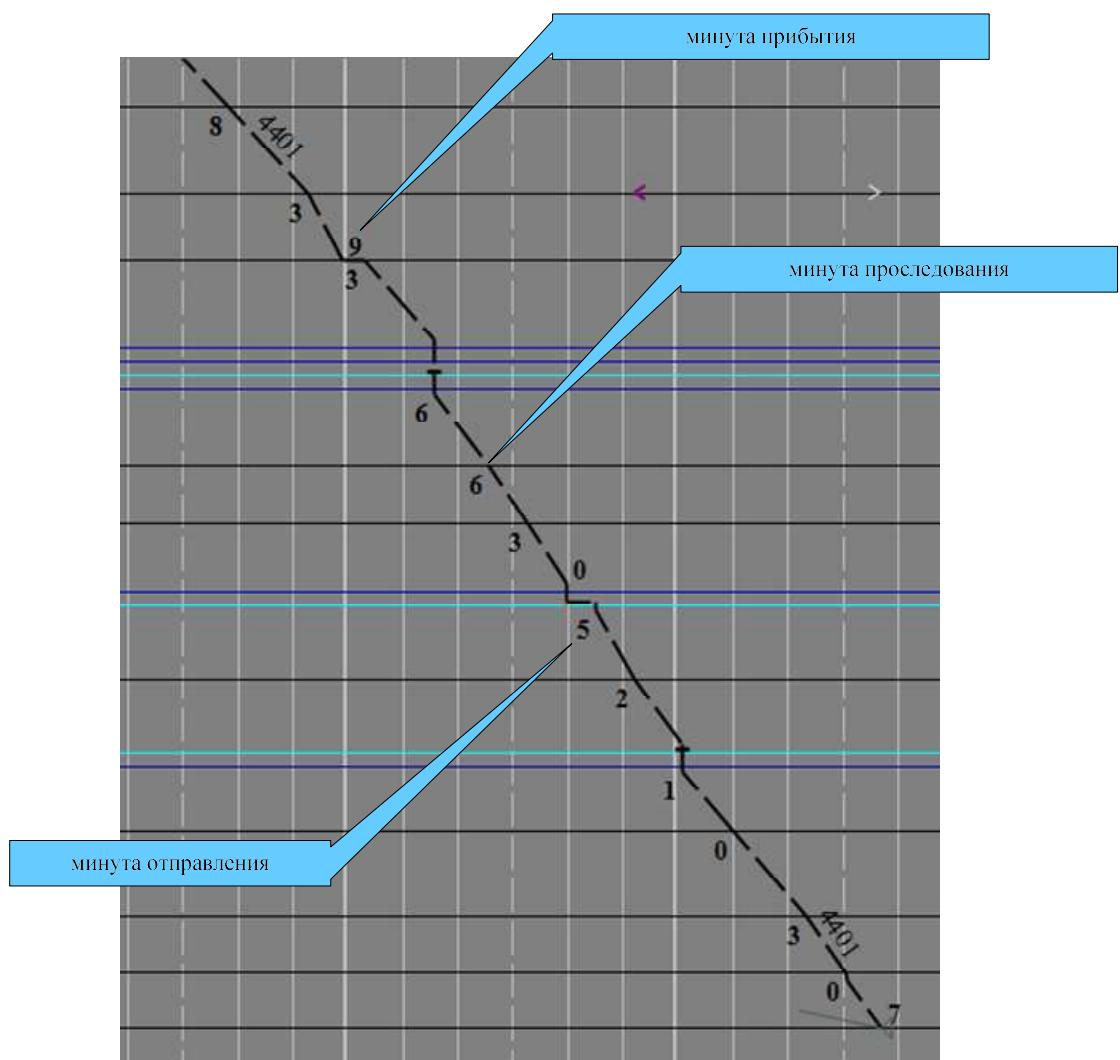

Рис.9. Отображение минут поездных событий по нити на графике
- **исполненные нити движения поездов** (см. рис. 2): отображаются по факту свершения поездных операций. Могут быть **идентифицированными** (имеют номер) и **неидентифицированными**. Содержат минуты поездных операций (см. рис. 9). Неидентифицированные нити отображаются белым цветом, идентифицированные – цветом, определенным в настройках системы (см. п.8.5.). При наведении указателя «мыши» на нить она подсвечивается (такая нить в дальнейшем называется **выделенная нить**). При наведении указателя «мыши» на идентифицированную нить выводится информационное окно с информацией о нити (номер, индекс поезда, вес и длина в условных вагонах);